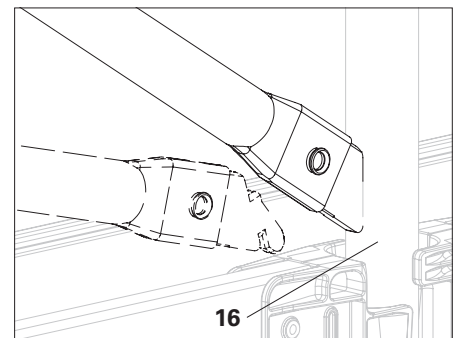

Bild A5.03
- i grundramen EVB (16), se bild A5.03